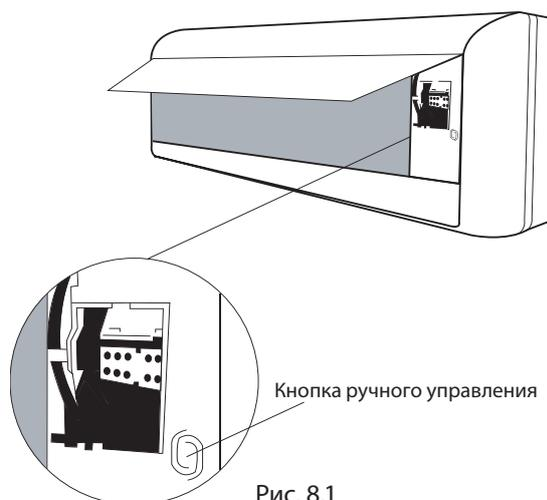

Рис. 8.1
2. Кнопка MANUAL CONTROL [Ручное управление] расположена с правой стороны блока. Чтобы перейти в режим COOL нажмите кнопку 2 раза (см. рис. 8.1).